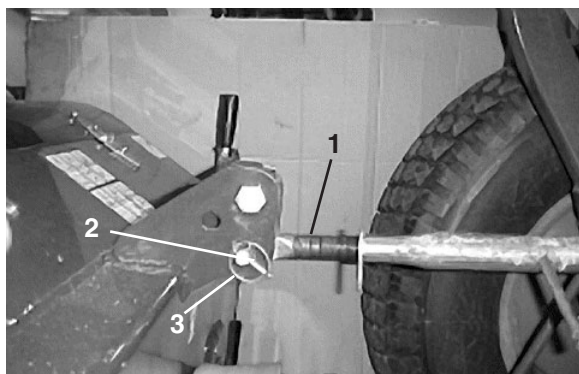

Bild 3
1. Verbinden Sie den Oberlenker (Bild 3) mit dem Befestigungsprofil und sichern ihn mit einem Stift und Klapstecker ab.